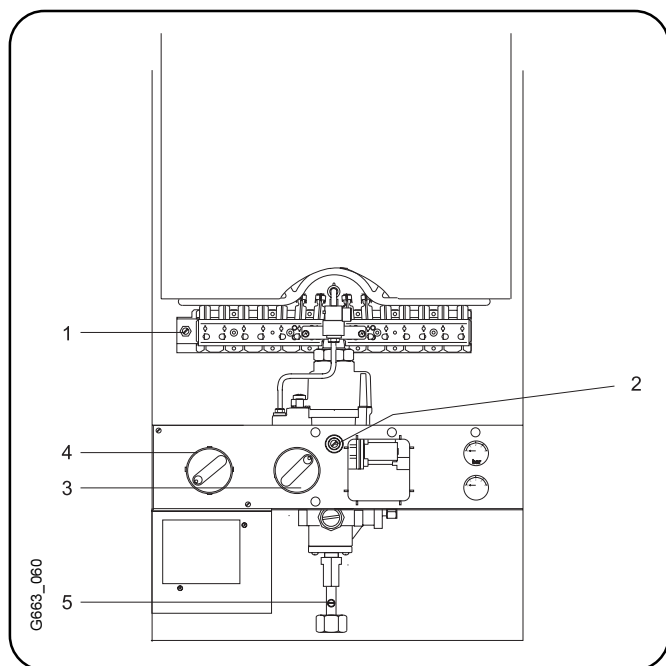

Fig. 10
1. Retirar la tapa de protección precintada (pos. 2, fig. 10), situada encima de el tornillo de regulación de gas.
2. Desenroscar el tornillo de cierre (pos. 1, fig. 10), y conectar el manómetro tubular en U.
4. Colocar el regulador (pos. 4, fig. 10) a pos. "7".
5. Tomar la presión de boquilla indicada para la potencia seleccionada de la tabla 2 pag. 11, teniendo en cuenta el tipo de aparato. Regular la presión de boquilla, por medio del tornillo de regulación de gas (pos. 2, fig. 10), en izquierda mas gas, en derecha menos gas.
6. Cerrar la llave de paso de gas, quitar el manómetro tubular en U y apretar el tornillo (pos. 1, fig. 10).
7. Soltar el tornillo de cierre (pos. 5, fig. 10), y conectar el manómetro tubular en U en la toma de medición.
8. Abrir la llave de paso de gas y poner en funcionamiento el aparato. Colocar el regulador (pos. 4, fig. 10) en posición "7".
11. Cerrar la llave de paso de gas, desmontar el manómetro tubular en U y atornillar fuertemente el tornillo de junta (pos. 5, fig. 10).
12. Precintar la chapa (pos. 2, fig. 10) encima de los tornillos de ajuste de gas.
1. Retirar la tapa de protección precintada (pos. 2, fig. 10), situada encima del tornillo de regulación de gas.
3. Colocar regulador (pos. 4, fig. 10) en pos. "7".
4. Tomar el caudal de gas (l/min.) indicado para "la potencia exigida" de la tabla 2, pag. 11. Regular el caudal de gas mediante el contador en el tornillo de regulación de gas (pos. 2, fig. 10). En izquierda más y en derecha menos gas.
6. Quitar el tornillo de junta (pos. 5, fig. 10), y conectar el manómetro tubular en la toma de medición.
9. Cerrar la llave de paso de gas, retirar el manómetro tubular y apretar fijamente el tornillo de junta (pos. 5, fig. 10).
11. Cerrar la llave de paso de gas, retirar el manómetro tubular y apretar el tornillo de junta (pos. 5, fig. 10).